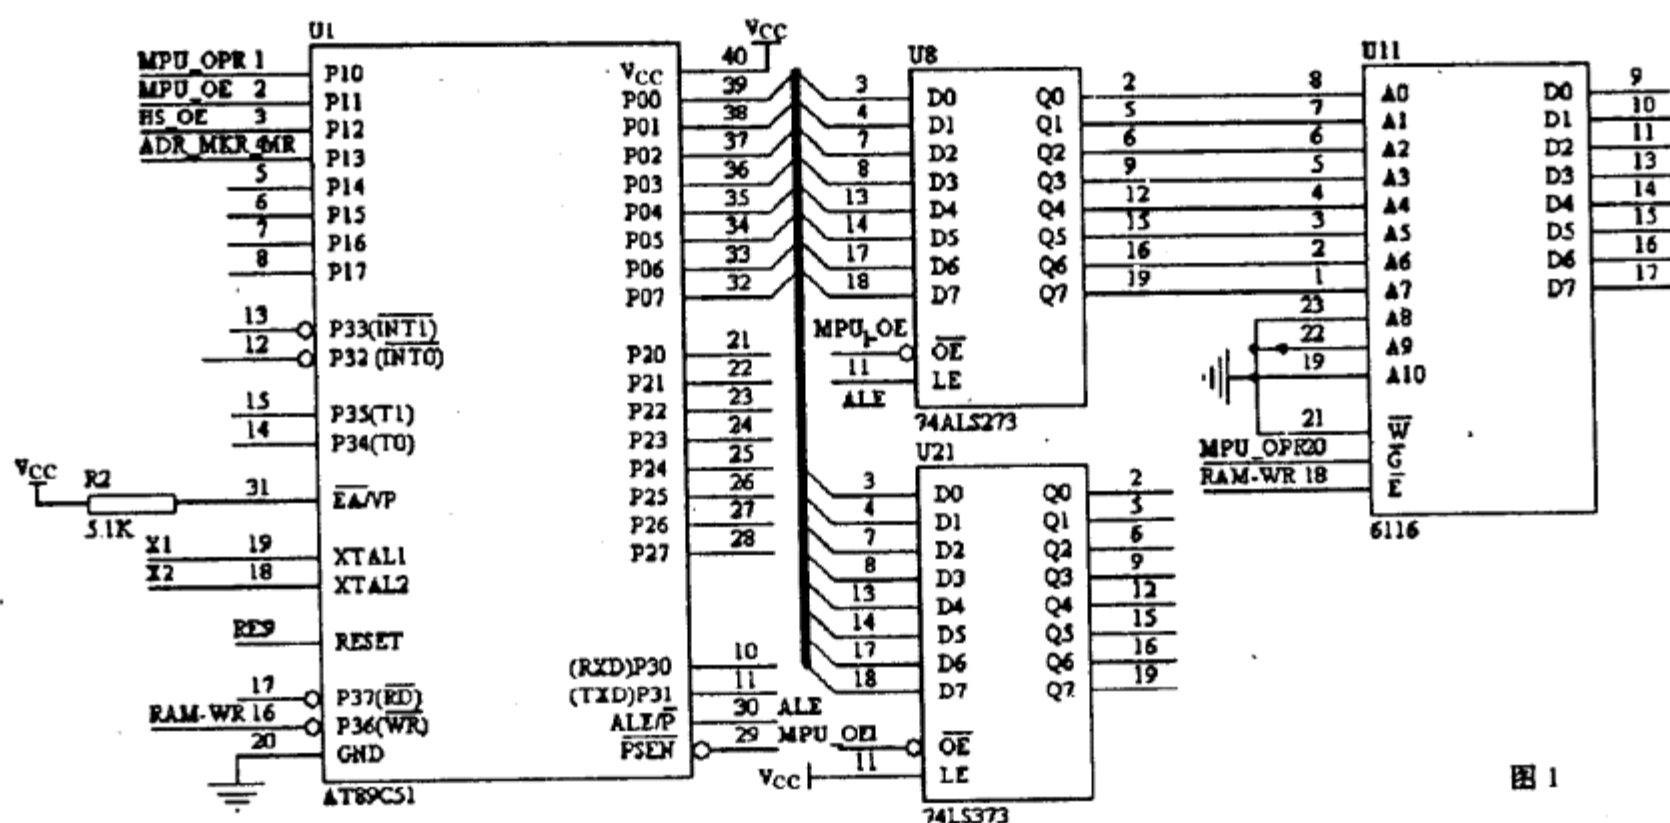

图 1
①控制部分电路的设计思路是：采用单片机将像素信息写入片外RAM中，通过读片外RAM的形式将数据传送到显示屏中进行显示。左右移位时只需将移位后的字模信息重新写入片外RAM即可。硬件电路原理如图1所示。